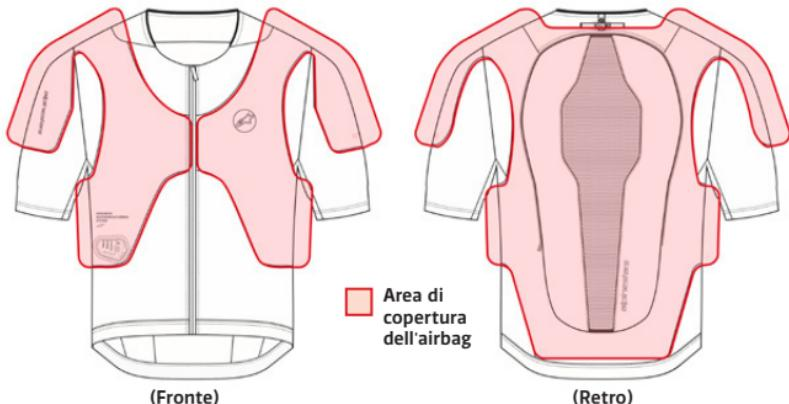

Figura 2: Area di copertura dell'airbag (11)
Il sistema è dotato di un airbag (11) che copre le aree mostrate nella Figura 2, proteggendo l'utente motociclista che indossa il sistema in caso di incidente o eventi scatenanti. Esistono delle limitazioni alla protezione che il sistema può fornire come spiegato più avanti nel presente Manuale utente (Sezione 4 "Limitazioni di utilizzo").
ATTENZIONE! Il sistema fornisce solo una limitata protezione dagli impatti contro le sollecitazioni nelle aree di copertura degli airbag (11) come illustrato nella Figura 2. Non viene fornita alcuna garanzia che il sistema prevenga lesioni (inclusi lesioni gravi o mortali) all'interno e/o all'esterno delle aree di copertura degli airbag (11) o dei limiti di protezione.